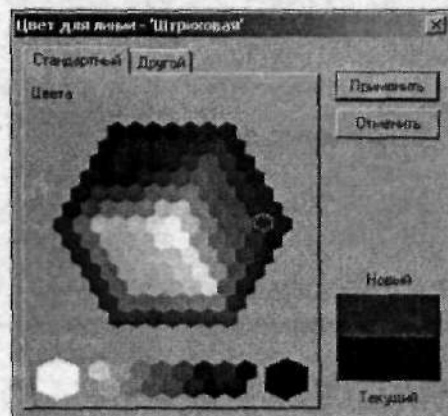

Рис. 2.23. В диалоговом окне *Цвет для линии* вы можете выбрать цвет создаваемой линии
5. Пусть создаваемая линия имеет следующие параметры: ее толщина равна толщине тонкой линии, длина штриха **14 мм**, величина промежутка **20 мм**. При помощи переключателей **Параметры пера** вы можете задать толщину линии либо по образцу (например, Основная линия, Тонкая линия и т.п.), либо непосредственно ввести нужное значение в полях **Толщина на бумаге** и **Толщина на экране**. Для создаваемого типа линии **Новая линия** установите переключатель **Параметры пера** в положение **Тонкой линии**. Чтобы изменить цвет линии, щелкните по кнопке **Цвет**. Откроется окно **Цвет для линии** вкладка **Стандартный** (рис. 2.23), на которой вы можете определить цвет создаваемого стиля линии, либо, щелкнув по вкладке **Другой**, выбрать цвет из системного цветоподборщика. После того как вы определили нужный цвет, щелкните по кнопке **Применить**.